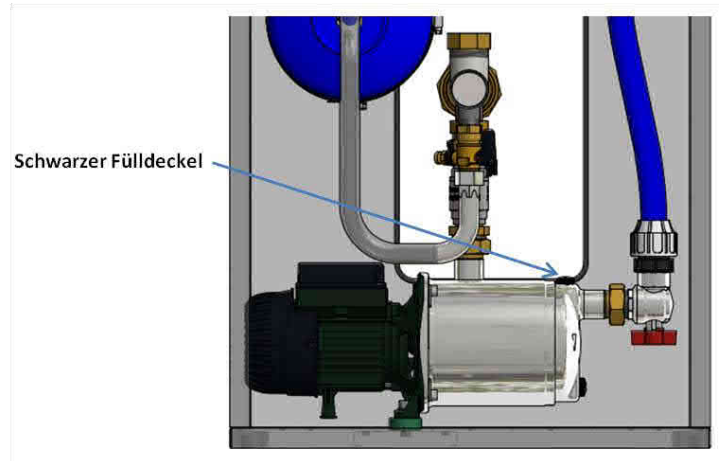

Abbildung 35: Entlüften der Druckpumpe
- V. Beide Druckpumpen durch Öffnen des schwarzen Fülldeckels entlüften bis Wasser austritt (siehe Abbildung 35).